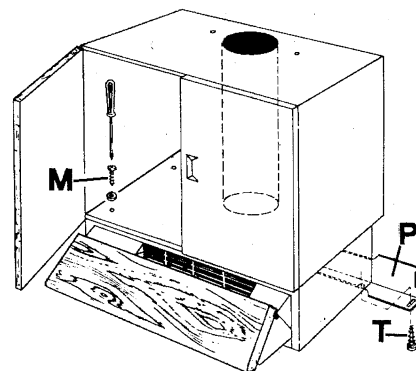

Fig. 7
- Effectuez le perçage sur le fond de l'élément comme indiqué à la Fig. 7. (Ne pas tenir compte de l'épaisseur du panneau en bios.)
- Fixez les quatre vis de 4,2 x 35 (M) fournies avec l'appareil (fig. 7) depuis l'intérieur de l'armoire et vissez-les à la partie supérieure de la hotte.
- Si l'armoire est plus profonde que la hotte, insérez le dispositif d'écartement (P) et fixez-le à l'arrière de la hotte avec les 2 vis de 3,5 x 9,5 mm (T) et rondelles également livrées avec l'appareil (fig. 7).